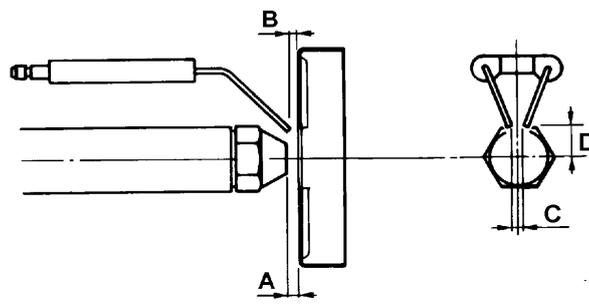

Fig. 17
- 8 ricollegare la bobina **B** sulla pompa (Fig. 17);
- 11 Controllando i valori di combustione, regolare la portata dell'aria agendo sulla vite **VBS** (Fig. 17-Fig. 23); avvitare per diminuire la portata o svitare per aumentarla.
Ruotare con un cacciavite la vite VRT in senso orario o antiorario a seconda che si debba sviluppare rispettivamente la minima o massima potenzialità. Nel caso di sostituzione della testa di combustione, ripristinare sempre la posizione indicata in Fig. 17 (Tab. 2), rispetto all'estremità dell'ugello.T